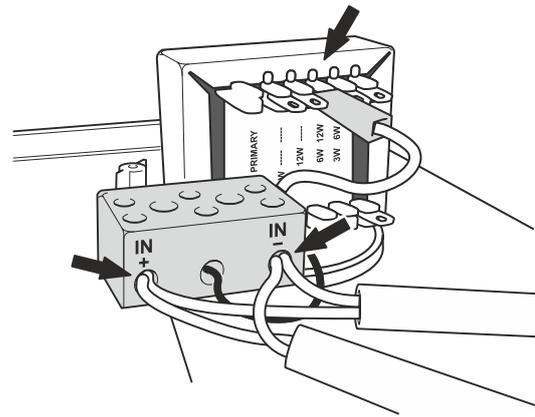

Fig. 2
- Inserire i cavi provenienti dalla linea di distribuzione nei passacavo e collegarne le terminazioni alla morsettieria presente sulla griglia frontale, facendo riferimento alla fig. 2.
- Applicare la griglia frontale e fissarla alla scatola utilizzando le tre viti autofilettanti (B) precedentemente rimosse.
NOTA: I diffusori **RWS 412 T/EN** devono essere collegati in derivazione alla linea di distribuzione, assicurandosi che la potenza complessiva assorbita dai diffusori non ecceda quella massima fornita dall'amplificatore. La potenza dei diffusori è impostata in fabbrica per linea 100V/12W. Nel caso si volesse modificare questa impostazione, è possibile cambiare la potenza di uscita tramite l'apposito terminale ad inserzione rapida facendo riferimento alla targhetta posta sul trasformatore (vedi fig. 2).
- Pass the cables coming from the distribution line through the cable gland and connect the ends to the terminal strip on the front grille, following the instructions provided in Fig. 2.
- Fit the front grille and secure it to the box using the three self-tapping screws (B) that were removed earlier.
The power of the speaker units is factory-set for a 100V/12W line. If you wish to change this setting, it is possible to alter the output power by means of the quick-fit terminal provided for this purpose, consulting the data plate on the transformer (see Fig. 2).
- Introduire les câbles provenant de la ligne de distribution dans le passe-fil puis raccorder les extrémités au bornier sur la grille frontale, en respectant les indications de la fig. 2;
- Mettre la grille frontale et la fixer au boîtier en utilisant les trois vis autotaraudeuses (B) précédemment enlevées.
La puissance des diffuseurs est réglée en usine pour une ligne à 100V/12W. Il est possible de modifier cette configuration et de changer la puissance de sortie à l'aide de la cosse à prise rapide en se référant à la plaquette présente sur le transformateur (voir fig. 2).
- Die aus der Verteilerleitung austretenden Kabel in die Kabeldurchgänge einlegen und deren Endstücke gemäß den Anweisungen in Abb. 2 an das Klemmenbrett am vorderseitigen Gitter anschließen.
- Das vorderseitige Gitter aufsetzen und es mithilfe der drei, zuvor entfernten gewindeförmigen Schrauben (B) befestigen.
ANMERKUNG: Die Lautsprecherboxen **RWS 412 T/EN** müssen als Abzweigung an den Verteilerleitung angeschlossen werden und es muss darauf sichergestellt werden, dass die von den Lautsprechern aufgenommene Gesamtleistung nicht die maximale, vom Verstärker gelieferte Leistung übersteigt. Die Leistung der Lautsprecherboxen ist werkseitig für eine Leitung von 100V/12W eingestellt. Falls Sie diese Einstellung ändern wollen, können Sie die Ausgangsleistung mit Hilfe des entsprechenden Endstücks mit Schnellverbindung anpassen und müssen hierfür die Angaben auf dem Typenschild am Transformator achten (Abb. 2).